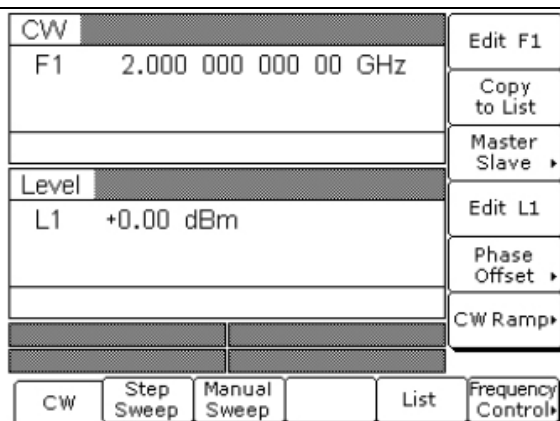

Рис. 3-15. Меню CW
Для включения режима частоты незатухающих колебаний нажмите Frequency. В появившемся меню нажмите CW. Меню незатухающих колебаний (CW) показано на Рис. 3-15.